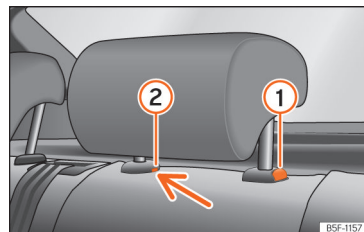

Fig. 66 Encostos de cabeça traseiros desmontagem.
- Pressione o botão »» Fig. 66 ①, pressionando ao mesmo tempo através do orifício da trava de segurança ② com uma chave de fendas plana com um máximo de 5 mm de largura e retire o encosto de cabeça.